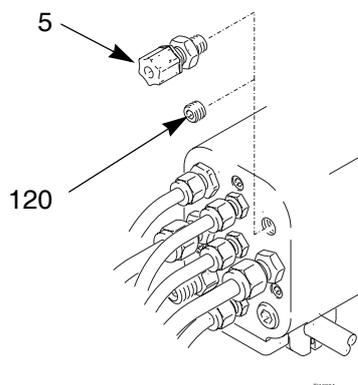

Abb. 8. Lichtwellenleiterstutzen
1. Nehmen Sie den Stopfen (120) aus der Lichtwellenleiteröffnung und setzen Sie den Lichtwellenleiterstutzen (5, im Lieferumfang der Pistole separat enthalten) ein. Siehe Abb. 8.